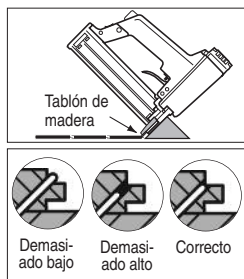

Figura 8
• Gradúe el compresor a 70 psi. Si se daña la lengüeta, reduzca la presión de aire (Figura 8).